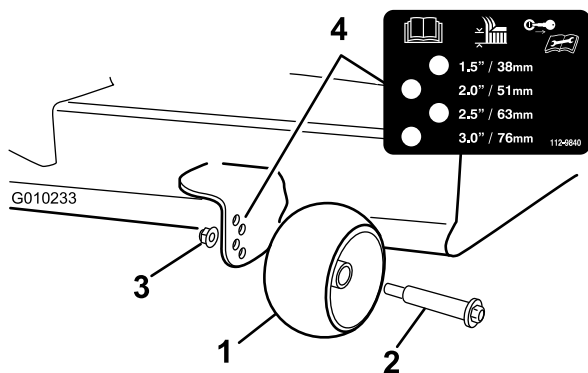

Figura 32
3. Regolate i rulli antistrappo (Figura 32) per adattarli alla posizione di altezza di taglio più vicina.